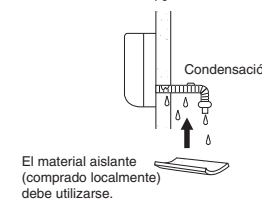

Fig. 3-70
- c) Si la manguera de drenaje funcionará en la habitación, aisle la manguera con material aislante* de modo que la condensación refrigerada no dañe los muebles ni el suelo. (Fig. 3-70)